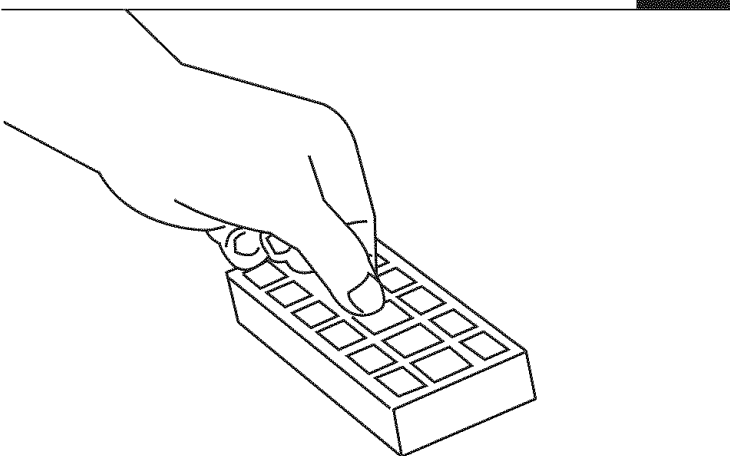

FIG. 20
**Step 3:** On some models, remove filter pad and shake to remove excess dust. If necessary this pad can be cleaned by vacuuming with another cleaner (FIG. 20).
**Étape 3 :** Sur certains modèles, retirez le filtre et secouez-le afin d'enlever l'excès de poussière. Si nécessaire, cette plaque peut être nettoyée en aspirant avec un autre aspirateur (FIG. 20).
**Paso 3 :** En algunos modelos, quite la almohadilla del filtro y sacúdala para quitar el exceso de polvo. De ser necesario, esta almohadilla puede ser limpiada con otra aspiradora (FIG. 20).